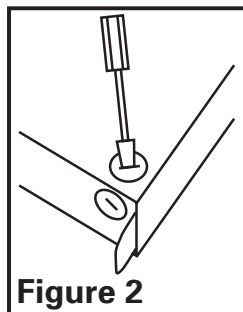

Figure 2
- Choisir un emplacement pour votre ventilateur. Pour assurer la meilleure performance du débit d'air et sonore, il est recommandé que la longueur des conduits et que le nombre de coudes soient gardés au minimum et que des conduits rigides isolés soient utilisés. Ce ventilateur nécessitera au moins 20,3cm (8po) de dégagement dans le plafond ou le mur, et s'installe au travers de cloison sèche d'une épaisseur de jusqu'à 1,9cm (3/4po). Le ventilateur s'installe entre 40,6cm ou 61cm (16po ou 24po) au centre des solives à l'aide des quatre (4) traverses de montage incluses.
- Sélectionner l'alvéole défonçable la mieux appropriée et l'enlever à l'aide d'un tournevis à lame plate (**Figure 2**).